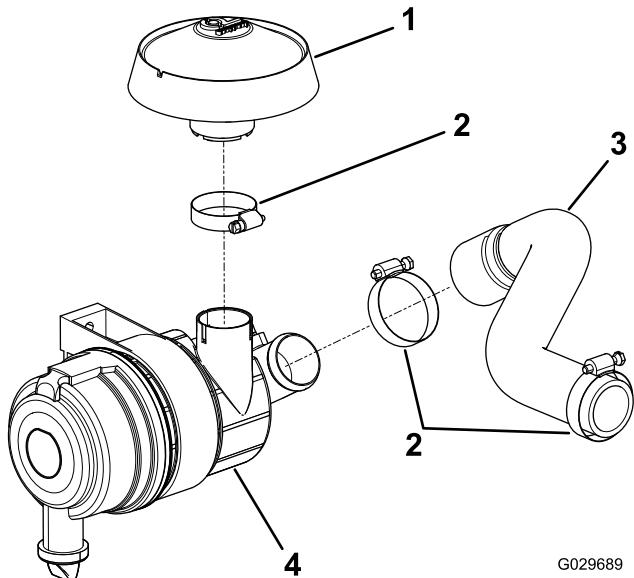

図3
1. レインキャップを既存のエアフィルターセンブリに固定しているホースクランプをゆるめる図3。
3. ホースをエアフィルターセンブリに固定しているホースクランプをゆるめる図3。